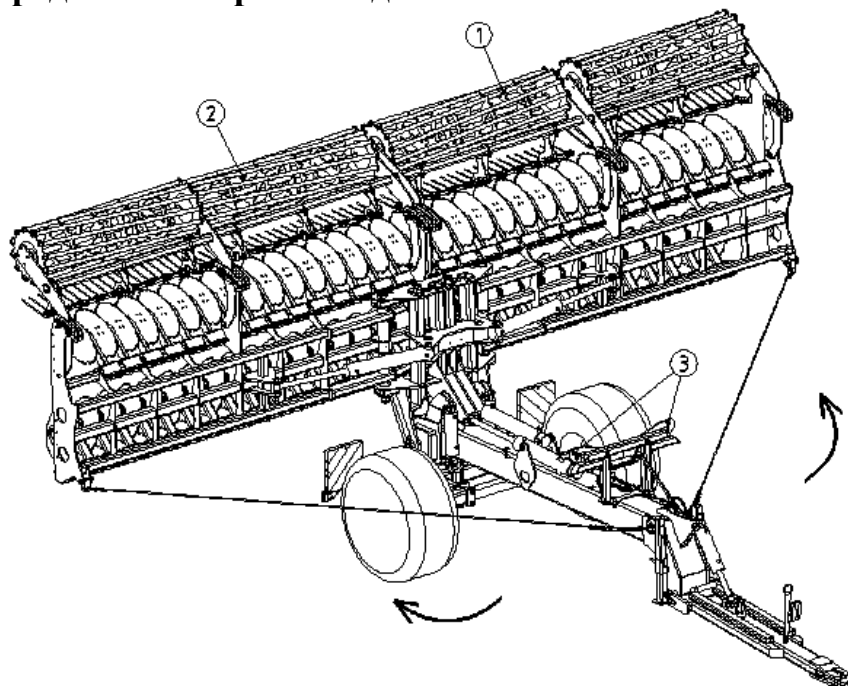

Рисунок 3. Схема раскладывания боковых секций агрегата.
- Открыть крюки (3) (рис. 3) при помощи гидравлики **распределитель простого действия С.**
- Разложить боковые секции (1 и 2) (рис. 3)